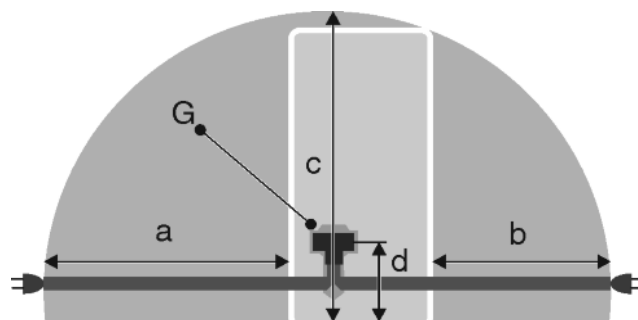

Fig. 47
- Розетка находится вне зоны задней стенки в данной зоне. *Fig. 47 (a, b, c)*
- ▶ Штекер устройства *Fig. 47 (G)* подсоединить с задней стороны устройства. Следить за правильной фиксацией.